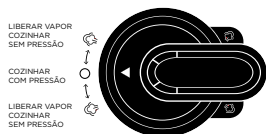

FIG.06
3. Verifique a posição da "Válvula de Vapor / Alívio de Pressão", ela precisa estar posicionada em **O** para estar bem vedada e gerar pressão (Fig.06).